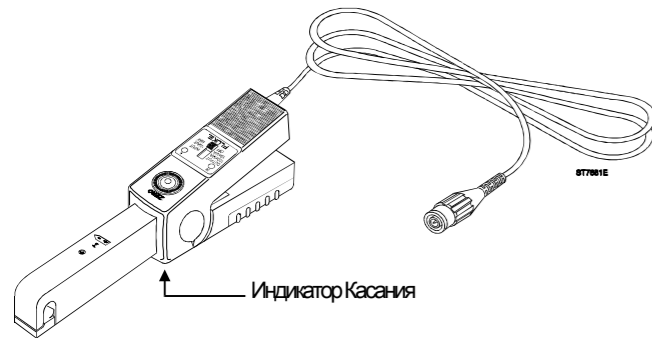

Рисунок 1. 80i-110s AC/DC Токовый Пробник
- Не дотрагивайтесь до Пробника ни где позади Индикатора Касания, см. Рисунок 1.